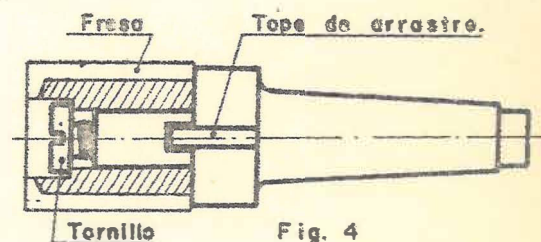

Fig. 4
- Cuando se monta una fresa con agujero-roscado, se interpone entre el tope del eje y la fresa con anillo, el cual facilita el desmontaje de la fresa. (Fig. 4).